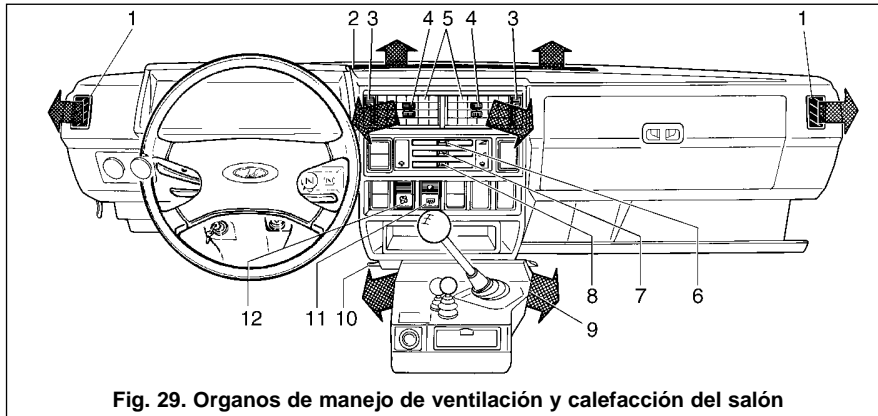

Fig. 29. Organos de manejo de ventilación y calefacción del salón
- por los difusores 2 (fig. 29) del soplado del parabrisas, al deslizar a la derecha la palanca de distribución 7 y la palanca 8 de mando de la tapa de la toma de aire;